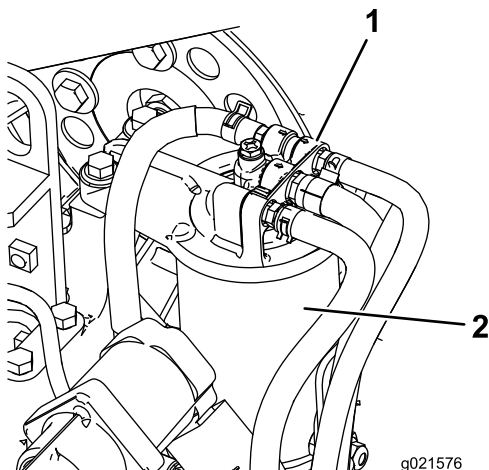

Figure 56
1. Nettoyez la surface autour de la tête du filtre à carburant (Figure 56).
2. Déposez le filtre et nettoyez la surface de montage de la tête du filtre (Figure 56).